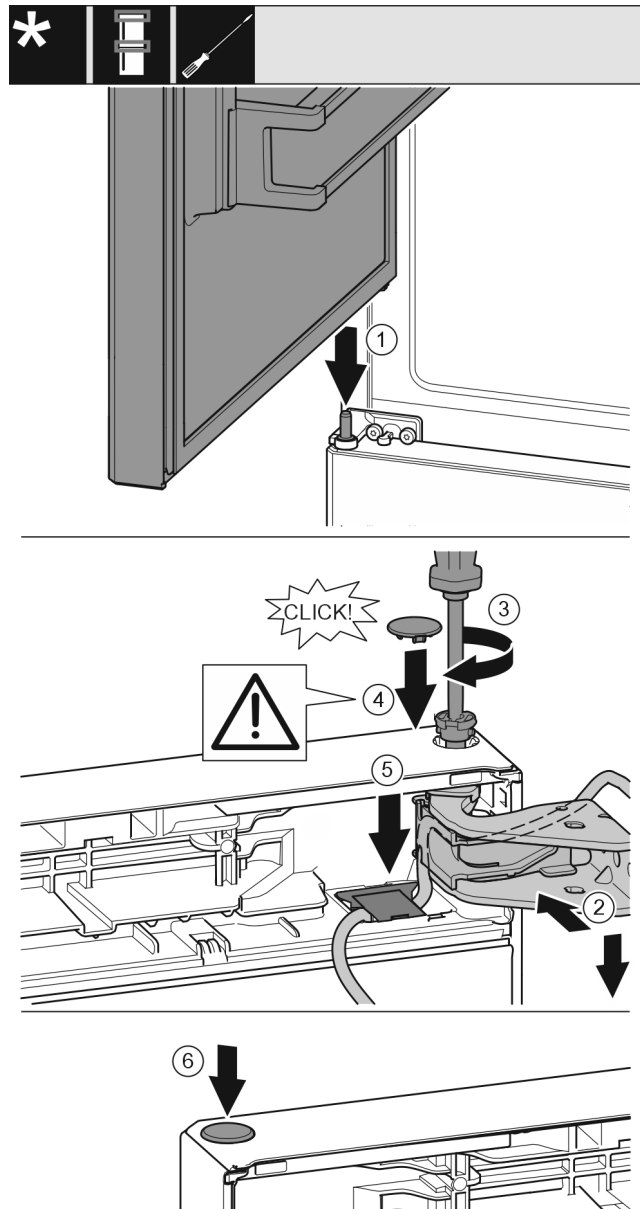

Fig. 30
- ▶ Anbring den øverste dør på den midterste hængselbolt. Fig. 30 (1)
- ▶ Justér døren foroven i forhold til åbningen i hængselbukken. Fig. 30 (2)
- ▶ Sæt bolten i, og skru den fast med skruetrækker T15. Fig. 30 (3)
- ▶ Montér sikringsafdækningen for at beskytte døren: Anbring sikringsafdækningen, og kontrollér, om den hviler på døren. Hvis dette ikke er tilfældet, skal boltens sættes helt i. Fig. 30 (4)
- ▶ Sæt afdækningen i igen, og tryk den nedad, indtil den går i hak. Fig. 30 (5)
- ▶ Sæt propperne i. Fig. 30 (6)